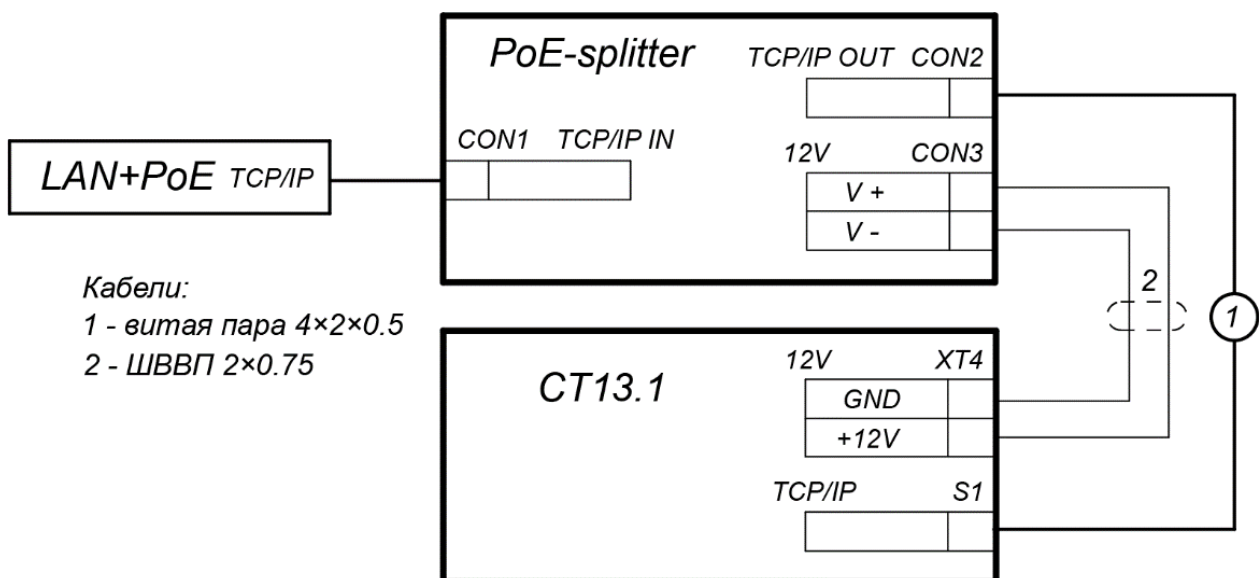

Рисунок 26. Схема подключения контроллера ЭП
3. Подключите цепь питания контроллера ЭП к разъему **Con3** сплиттера. Схема подключения приведена на рис. 26 (штекер для подключения к разъему входит в комплект поставки сплиттера).